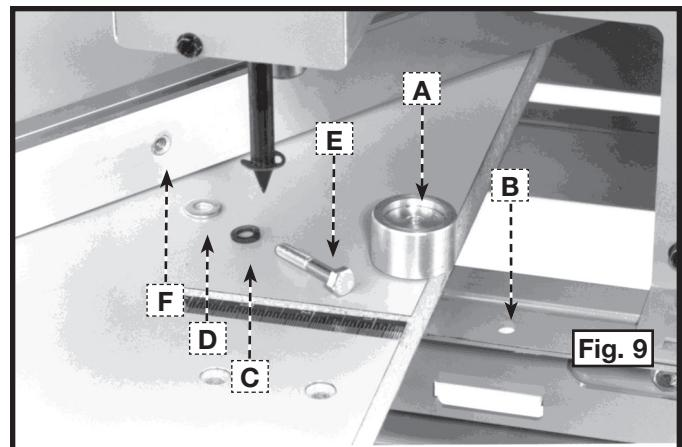

Fig. 9
1. Placez une bague entretoise (A), fig. 9, sur le trou (B) dans le dispositif de fixation de la table avec la partie fraîchement usinée de la bague (A) vers le haut.
2. Placez une rondelle de blocage de 1/4 (C), fig. 9, et une rondelle plate de 1/4 (D) sur la vis à tête hexagonale de 1/4-20 x 38.1 mm (1-1/2 po) (E). Insérez la vis (E) dans le trou (B) puis le dispositif de fixation de table et dans le trou de la bague entretoise (A). Vissez la vis (E) dans le trou taraudé (F) de la partie inférieure du guide.